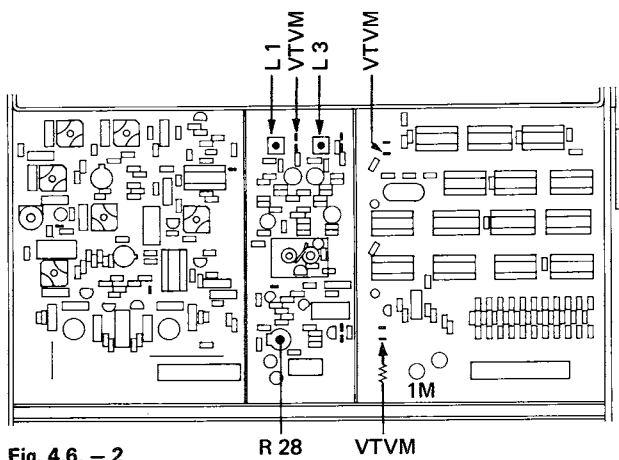

Fig. 4.6. - 2
- V.à L. connecté au point de mesure TP de l'oscillateur (fig. 4.6. - 1). Echelle de mesure: 30 VDC.
4.6.1. Appareil enclenché; seul l'interrupteur secteur POWER ① enfoncé.
4.6.2. Enclencher la touche 1 du sélecteur de station (87.00 MHz). Ajuster à $4V \pm 0,2 V$ la tension d'accord, à l'aide du noyau de bobine L 2 (fig. 4.6. - 1). Pendant le réglage, il est nécessaire de recouvrir provisoirement le circuit oscillateur d'une tôle de blindage.
4.6.5. VTVM mit 1 MOhm Vorwiderstand an weisse Litze (gegen Netzkabelkanal) auf dem Synthesizer anschliessen (Fig. 4.6. - 2). Messbereich 3 VDC. Mit dem Einstellregler R 28 auf dem Oszillator (Fig. 4.6. - 2) eine Spannung von $1.25\text{ V} \pm 0.1\text{ V}$ einstellen (bei 97.00 MHz).
4.6.8. VTVM mit HF-Tastkopf an weisse Litze (gegen Rückwand) auf dem Synthesizer anschliessen (Fig. 4.6. - 2). Messbereich 1 VDC. Die HF-Spannungen müssen bei den 3 folgenden Frequenzen im Bereich $0.3 \dots 0.4\text{ V}$ liegen. Allenfalls kann mit dem Übertrager L 3 (Fig. 4.6. - 2) die Symmetrie nachgeregelt werden.
4.6.9. VTVM mit HF-Tastkopf am Koaxialkabel zum Mischer (auf Oszillatorprint) anschliessen (Fig. 4.6. - 2). Die HF-Spannungen müssen bei den 3 bereits in Kap. 4.6.8. erwähnten Frequenzen innerhalb $0.2 \dots 0.3\text{ V}$ liegen. Mit dem Übertrager L 1 (Fig. 4.6. - 2) kann die Symmetrie nachgeregelt werden.
4.6.5. Connect VTVM via 1 Mohm series resistor to the white wire (near the mains cable channel) on the synthesizer as shown in figure 4.6. - 3. Select meter range 3 V DC. Adjust trimpot R 28 on the oscillator board (figure 4.6. - 2) to obtain a VTVM reading of $1.25\text{ V} \pm 0.1\text{ V}$ (at 97.00 MHz).
4.6.8. Connect VTVM with RF-probe to the white wire (near the rear panel) on the synthesizer as shown in figure 4.6. - 2. Select meter range 1 V DC. At the following three tuned-in frequencies the measured RF-voltages must fall within the range from $0.3 \dots 0.4\text{ V}$. If necessary, the symmetry may be re-adjusted with L 3 (figure 4.6. - 2).